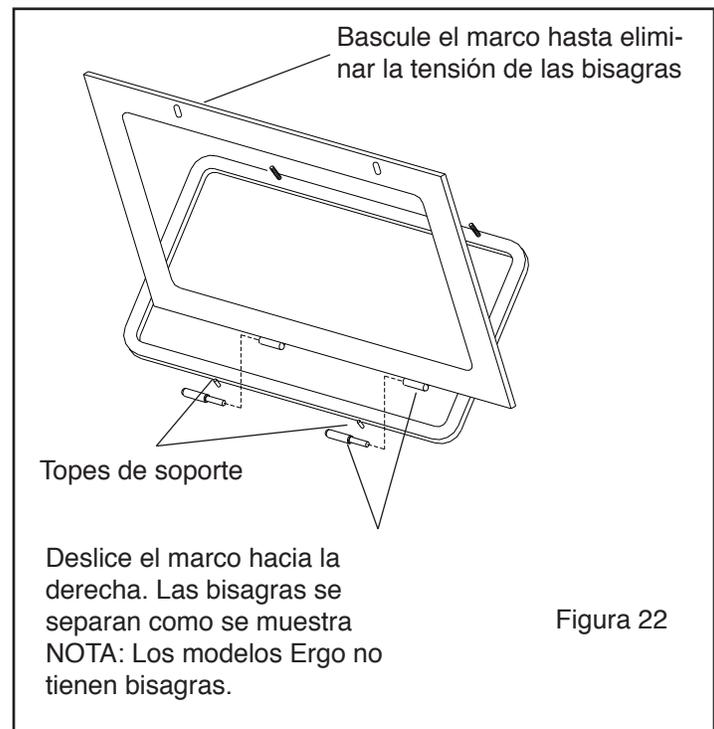

Figura 22
## 7.6 Remoción del Marco de la ventana, Figura 22
**7.6.4** Para retirar, deslice el marco hacia la derecha. Las bisagras se separan como se muestra en la Figura 22